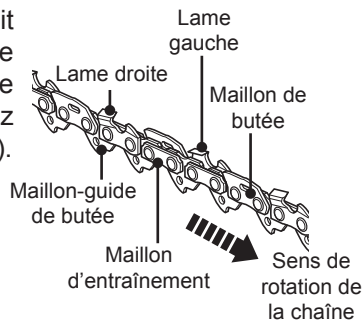

Fig. 57
- > La profondeur de coupe se définit par la différence de hauteur entre les dents et la rainure. Lors de l'affûtage de la chaîne [6], prenez note des points suivants (Fig. 57).